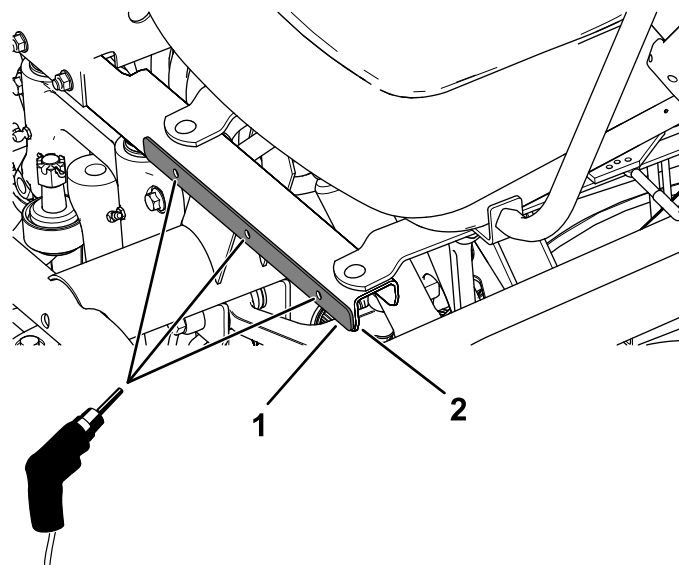

Figura 21
1. Alinee las pletinas de las aletas en el extremo inferior del chasis de la base del asiento y utilice las pletinas como plantilla para marcar y perforar 3 taladros (5/16") a cada lado del chasis de la base del asiento (Figura 21).